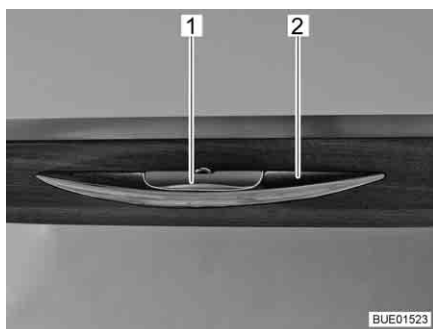

Fig. 55 Sportello del mobile con maniglia di sbloccaggio
- Premere la maniglia di sbloccaggio (Fig. 55,1) e mantenerla premuta.
- Tirare la maniglia (Fig. 55,2) finché lo sportello del mobile non si apre.